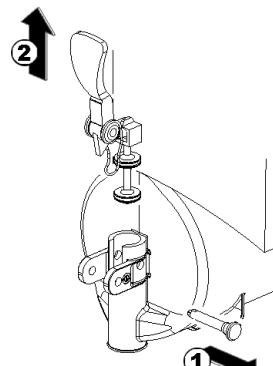

figura 11
- 5 Disassemblare il rubinetto con la sequenza indicata (vedere figura 11).